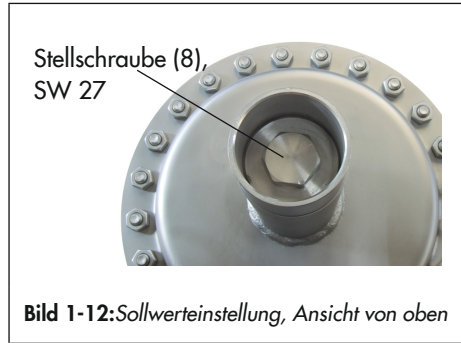

Bild 1-12: SollwertEinstellung, Ansicht von oben
Einstellen des gewünschten Sollwerts (vgl. Bild 1-12) durch Spannen der Sollwertfedern (7) über die Stellschraube (8) mit einem passenden Steckschlüssel (SW 27).
1. Abdeckkappe (12) entfernen.
2. Mit Steckschlüssel SW 27 die Stellschraube (8) drehen.